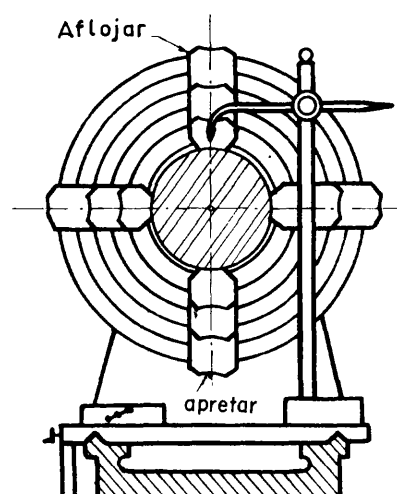

Fig. 4
- a Verifique el centrado con gramil (fig. 4).